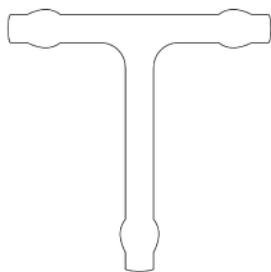

Рис. 79. Соединительная Т-образная трубка
7. **Т-образная трубка** (рис. 79) является не только соединительным элементом, но и позволяет перенаправлять и распределять движение жидкостей и паров. Имеет три выводных конца, снабженных утолщениями для того, чтобы прочнее закреплять мягкую соединительную трубку. Изделие произведено из нейтрального или химически стойкого стекла.